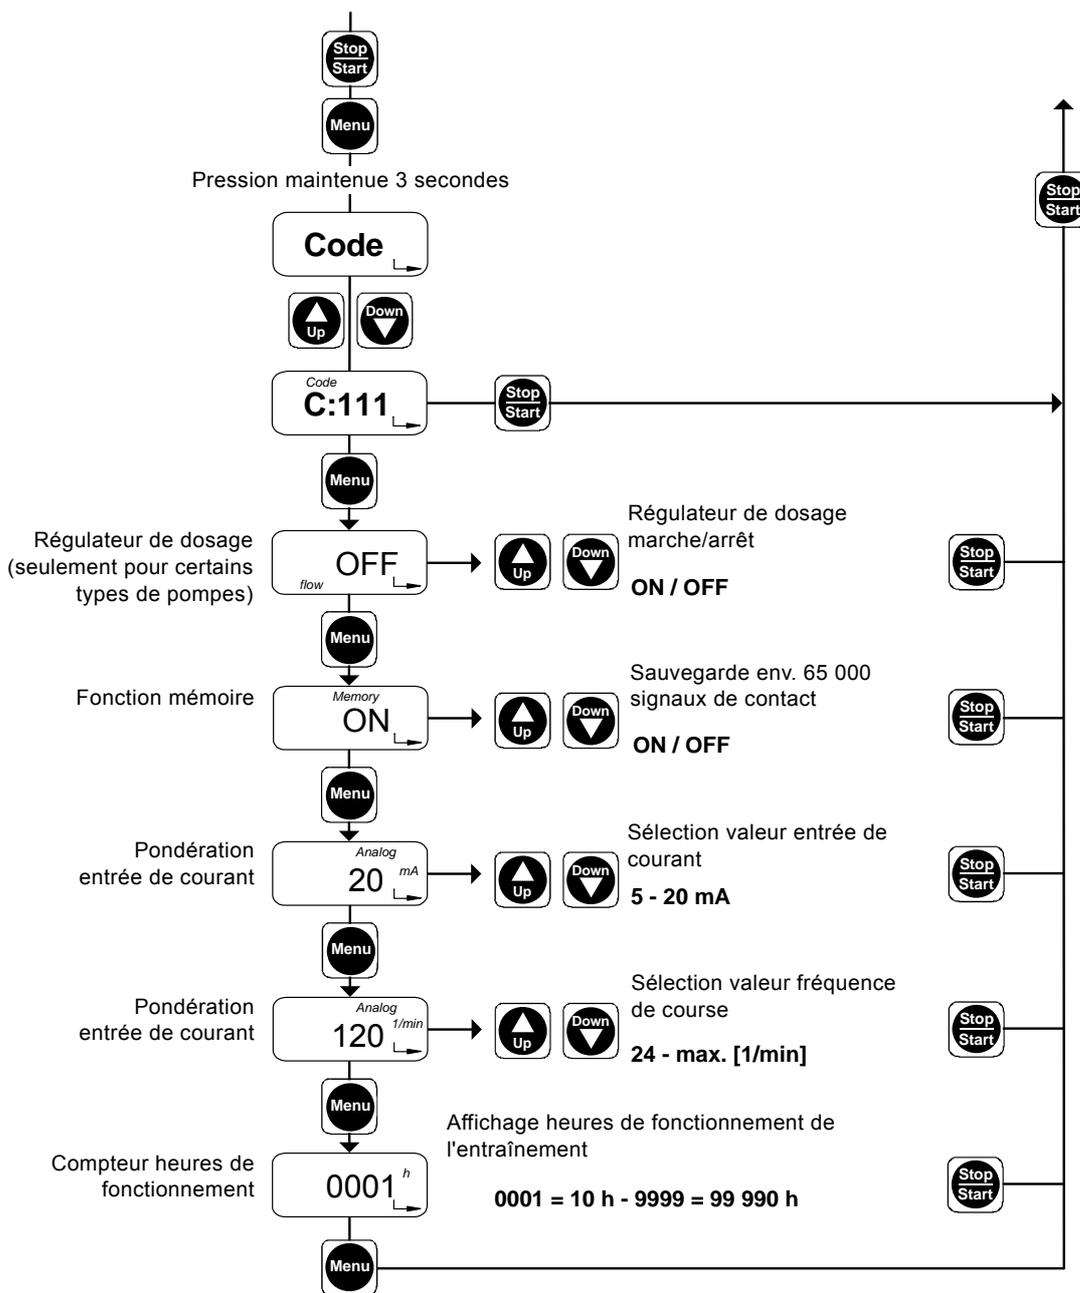

Fig. 27 Second niveau de fonction
- Modifier les paramètres dans le menu concerné en utilisant "Up" et "Down", selon fig. 27.